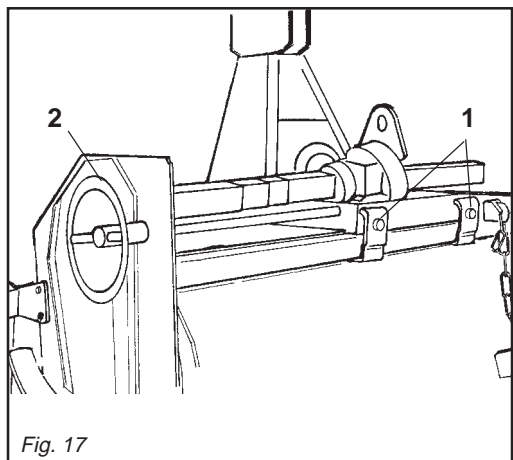
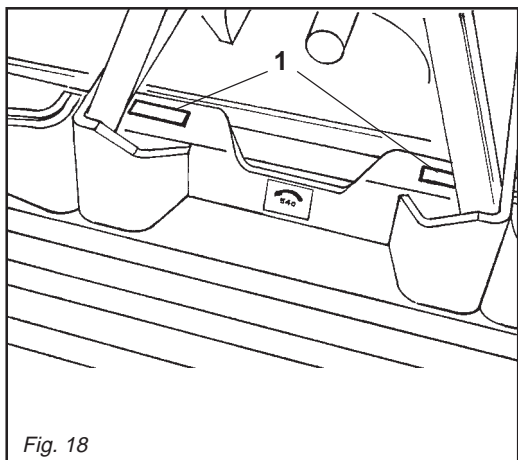

Fig. 17
Fig. 18
- 2- Allentare le viti (1 Fig. 17) che fissano le staffe e lasciarle libere.
- 3- Per mezzo dell'apposito volantino (2 Fig. 17) far scorrere il carrello fino alla posizione desiderata quindi serrare le 2 viti allentate. Anteriormente il carrello è provvisto di 2 pattini di guida (1 Fig. 18), che possono essere sostituiti in caso di usura.
- 2- *Slacken the screws (1 Fig. 17) that fix the brackets and leave these free.*
- 3- *Use the requisite handwheel (2 Fig. 17) to move the carriage to the position required and the tighten the two carriage fixing screws.*
*At the front, the carriage has two guide pads (1 Fig. 18) that should be replaced when worn.*
- 2- Die Schrauben (1 Abb. 17) welche die Bügel festhalten, losschrauben und sie frei lassen.
- 3- Mittels dem dafür vorgesehenen Handrad (2 Abb. 17) den Schlitten auf die gewünschte Position bringen und danach mit den zwei Fixierschrauben den Schlitten blockieren. Am früher Teil des Schlittens sind zwei Gleibacken (1 Abb. 18) vorgesehen, die bei Verschleiß ausgetauscht werden können.
- 2- Desserrer les vis (1 Fig. 17) de fixation des brides pour les libérer.
- 3- Au moyen du volant (2 Fig. 17) faire avancer le chariot jusqu'à la position désirée; serrer ensuite les deux vis de fixation du chariot.
Les 2 patins de guidage (1 Fig. 18) prévus à l'avant du chariot peuvent être remplacés en cas d'usure.
- 2- Aflojar los tornillos (1 Fig. 17) que fijan los estribos y dejarlos libres.
- 3- Con el volante apropiado (2 Fig. 17) deslizar el carro hasta la posición deseada y luego apretar los dos tornillos de fijación carro. El carro anteriormente está dotado de 2 patines de guía (1 Fig. 18) que se pueden sustituir si se desgastan.